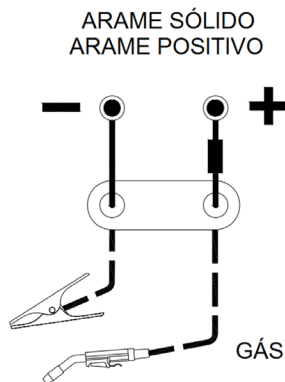

Fig. 8 – Ligação do cabos para solda com gás
- Abra a tampa lateral da máquina de solda, Fig. 8;